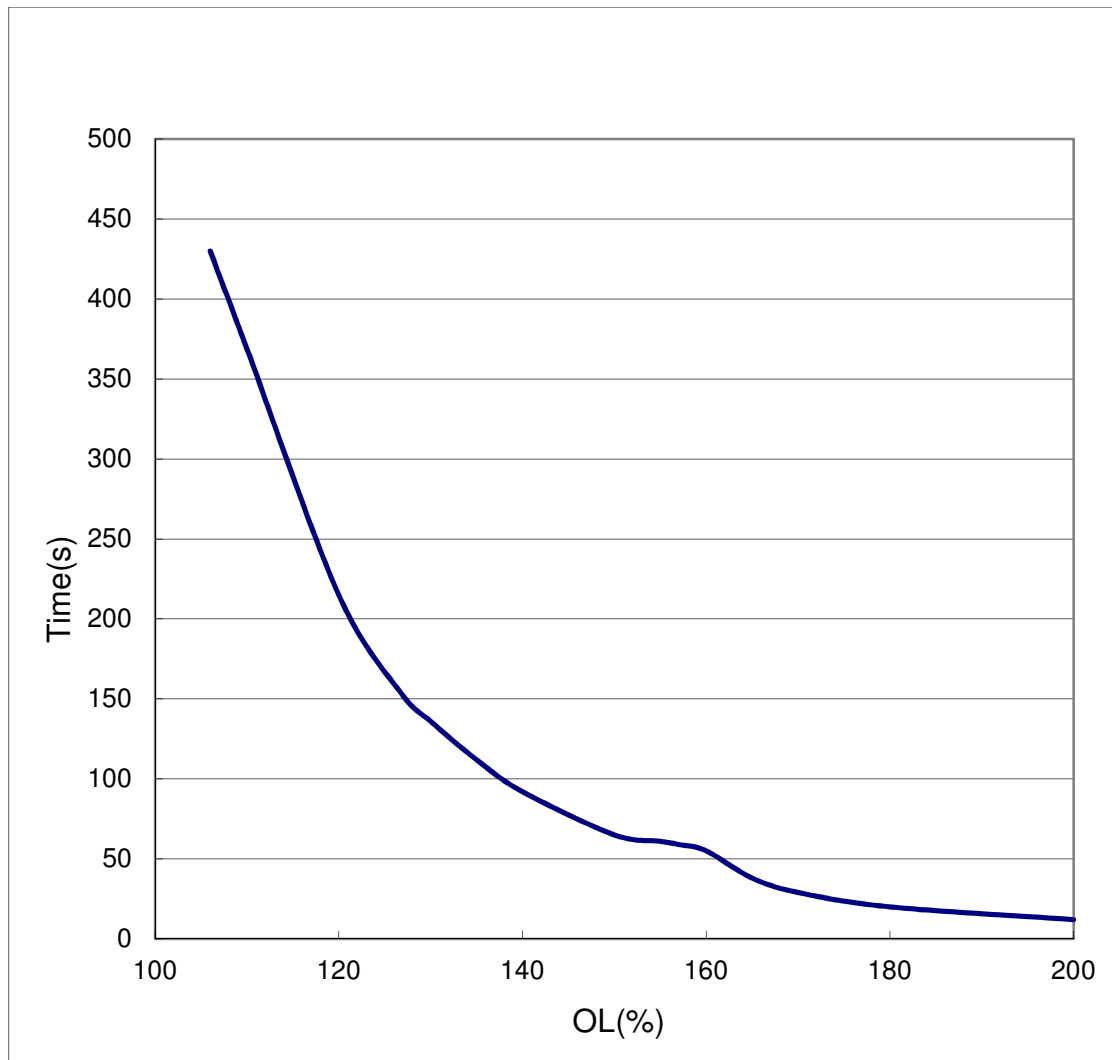

图 6.4.1-3 CH2000 过载曲线
- CP2000 系列之过载曲线如图 6.4.1-4(LD)、图 6.4.1-5(ND)。